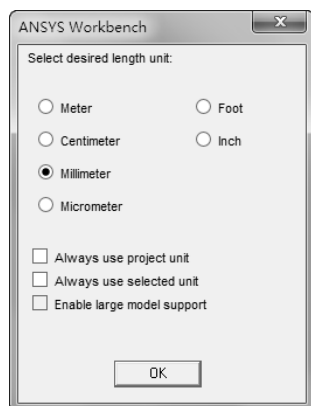

图 9-29 【ANSYS Workbench】对话框
3) 双击项目 A 中的 A2 栏的【Geometry】项, 此时会进入到 DesignModeler 界面, 并弹出【ANSYS Workbench】对话框, 选择【Millimeter】单选按钮设置 mm 单位, 如图 9-29 所示。